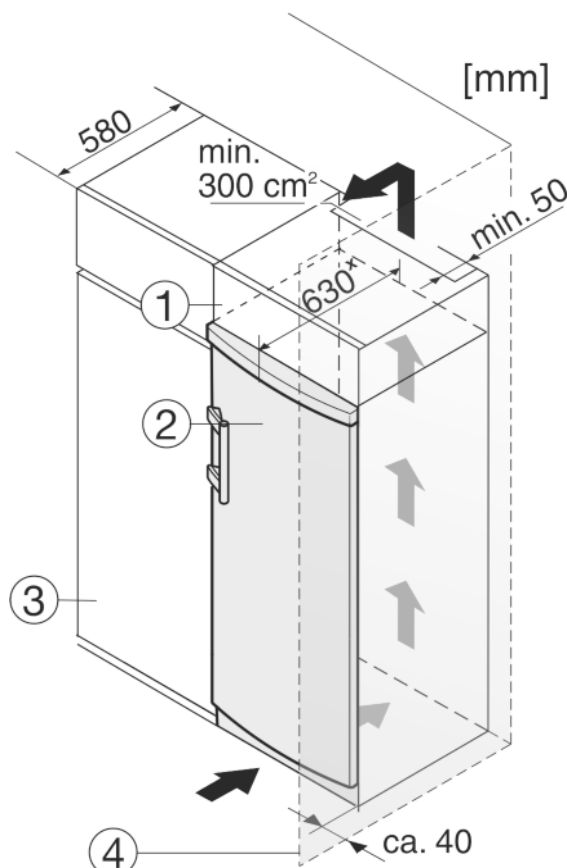

Fig. 10
- (1) Nastavná skříňka
- (2) Přístroj
- (3) Kuchyňská skříň
- (4) Stěna
Spotřebič lze zabudovat do kuchyňských skříní. K vyrovnání spotřebiče Fig. 10 (2) na výšku kuchyňské linky lze na přístroj nasadit nástavec Fig. 10 (1).
Při montáži do kuchyňských skříní (hloubka max. 580 mm) lze přístroj instalovat hned vedle kuchyňské skříně Fig. 10 (3). Přístroj přesahuje přední stěnu kuchyňské skříně na stranách o 34 mm * a uprostřed o 50 mm *.
Když se přístroj instaluje závěsy vedle stěny Fig. 10 (4), musí být vzdálenost přístroje od stěny alespoň 40 mm. To odpovídá přesahu madla při otevřených dveřích.